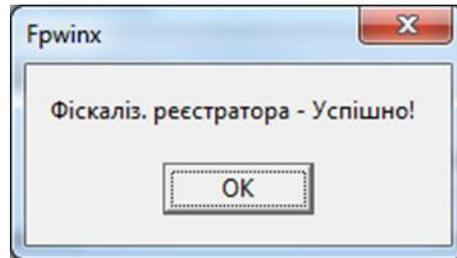
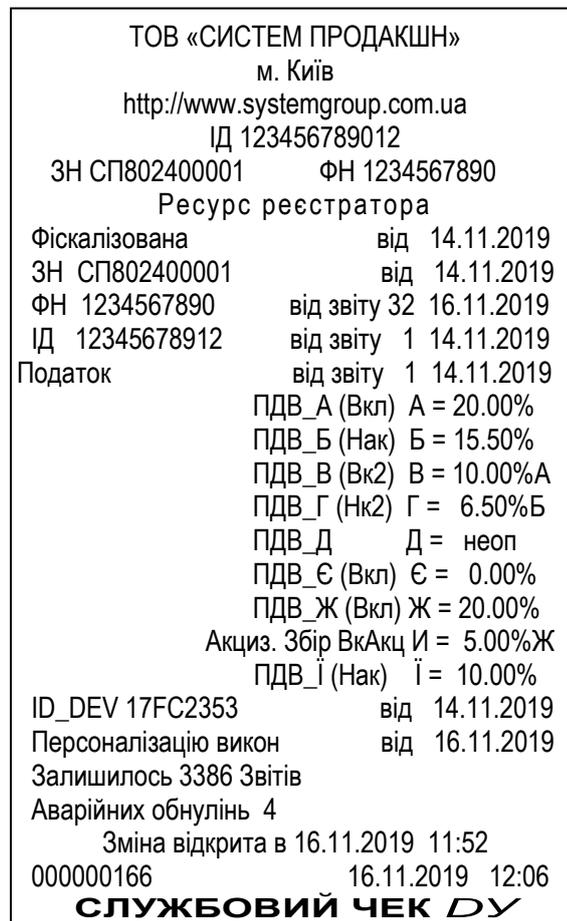

Рисунок 26
Рисунок 27
5.11 Якщо реєстратор підключено до СОМ-порта комп'ютера, то з'явиться вікно (рисунок 26). Відбудеться перезавантаження реєстратора. Роздрукується чек (рисунок 27).
Якщо реєстратор підключено до USB-порта комп'ютера, то вікно-повідомлення програми «FPWinX.exe» про успішну фіскалізацію реєстратора не з'явиться. Відбудеться перезавантаження реєстратора. Роздрукується чек (рисунок 27).